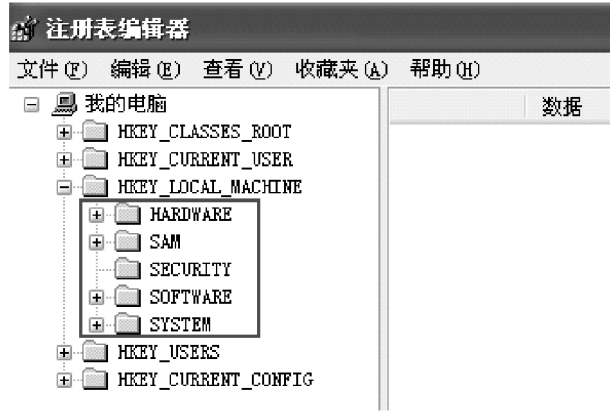

图 3-108 展开 HKEY\_LOCAL\_MACHINE 包含的五个子键
2) 用鼠标单击“HKEY\_LOCAL\_MACHINE”前面的  标志，或双击“HKEY\_LOCAL\_MACHINE”将列表展开，可以发现其包含了 HARDWARE、SAM、SECURITY、SOFTWARE、SYSTEM 五个子键，如图 3-108 所示。它们各自的作用如下：